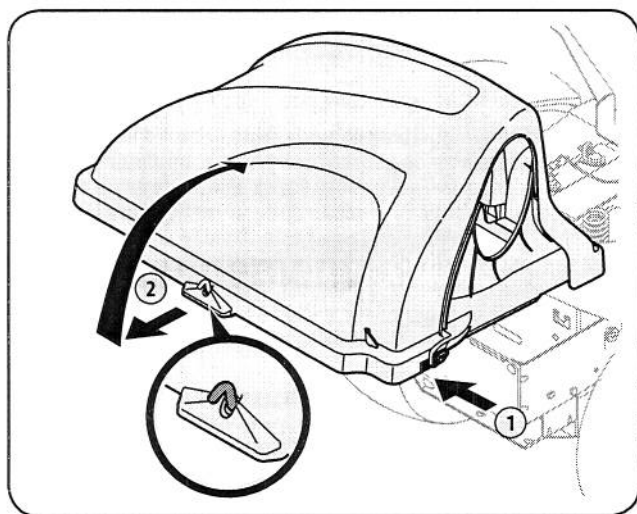

Figure 5-1
2. Ouvrez le capot en appuyant sur l'arrière, la languette du côté droit avec votre main droite, comme illustré au point 1 de la figure 5-1, et levez le couvercle avec votre main gauche placée sur à l'arrière du centre du couvercle du dispositif d'ensilage, point 2.